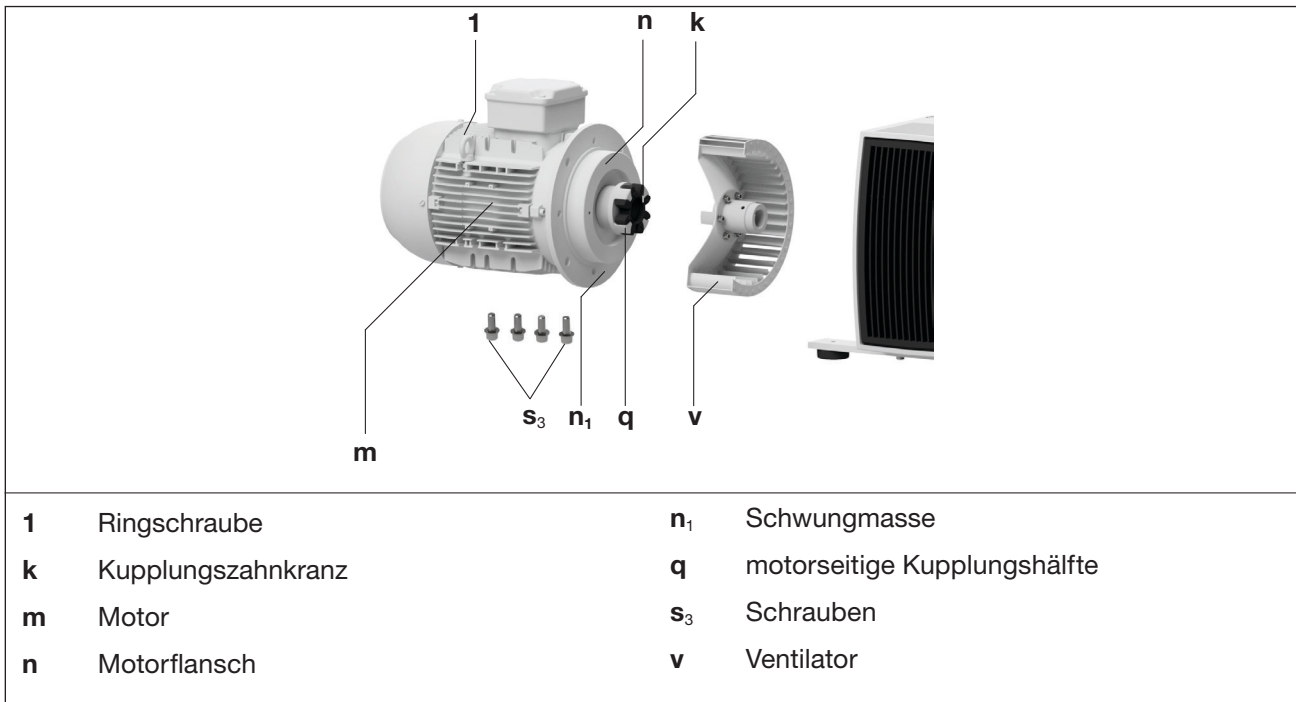

Abb. 7 Kupplung
Nicht ohne die Schwungmasse (Abb. 7/n₁) betreiben!
Der Kupplungs-Zahnkranz (Abb. 7/k) unterliegt einem Verschleiß und muss regelmäßig (mindestens 1 x pro Jahr) überprüft werden.
- b) Die Ringschraube (Abb. 7/1) am Motor (Abb. 7/m) fest anziehen.
- d) Schrauben (Abb. 7/s₃) am Motorflansch (Abb. 7/n) lösen.
- e) Motorflansch (Abb. 7/n) mit Motor und motorseitiger Kupplungshälfte (Abb. 7/q) axial abziehen und mittels Hebezeug aufhängen.
- f) Zahnkranz (Abb. 7/k) auf Beschädigung und Verschleiß prüfen und gegebenenfalls tauschen.
- g) Das Lüfterrad (Abb. 7/v) auf Beschädigungen prüfen und ggf. austauschen.